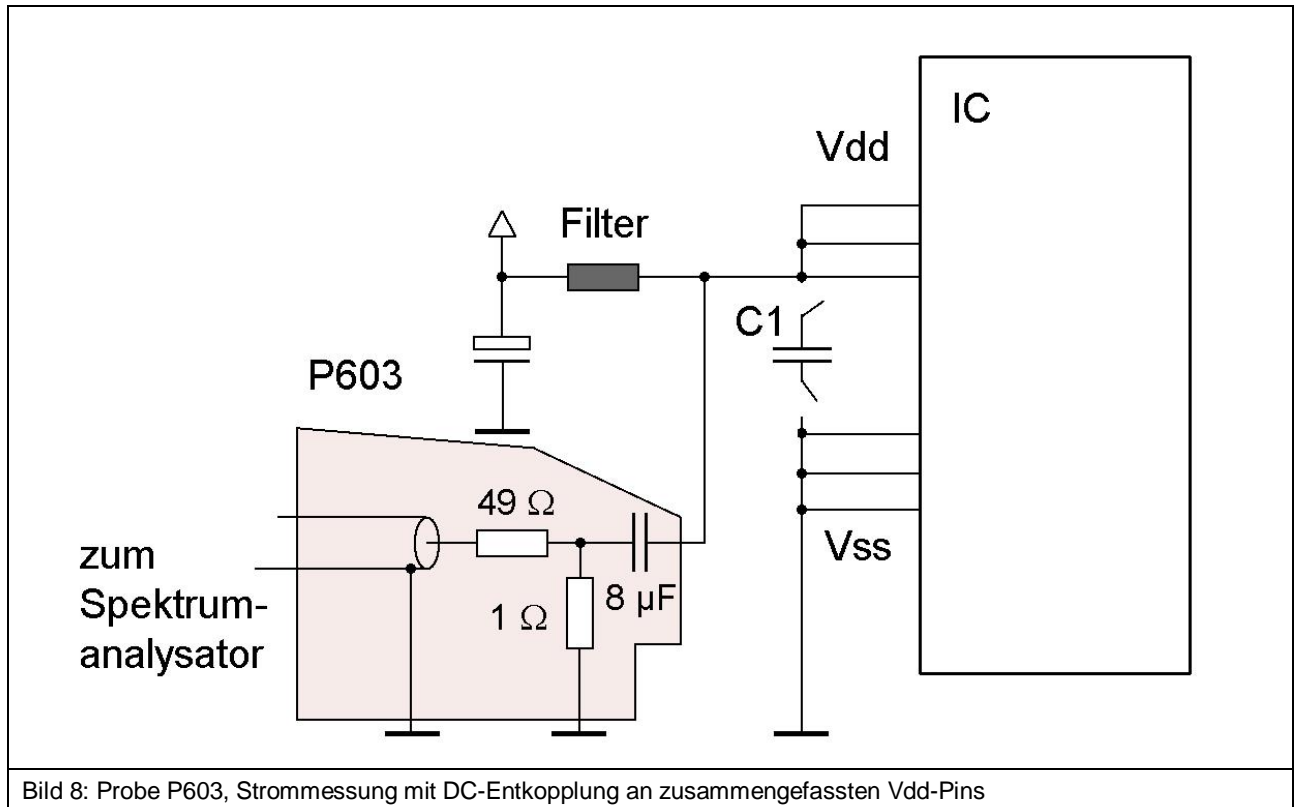
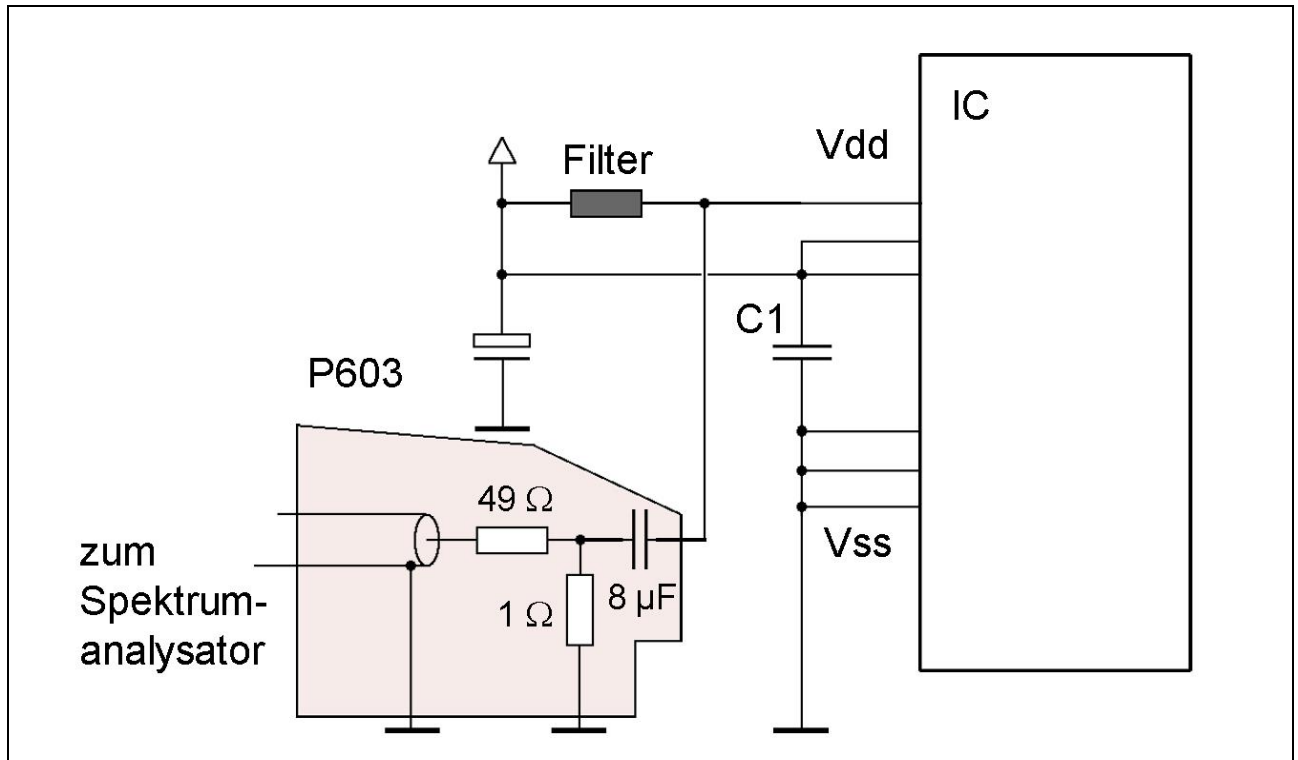

Bild 8: Probe P603, Strommessung mit DC-Entkopplung an zusammengefassten Vdd-Pins
Bild 10: Probe P603, Strommessung an einem einzelnen Vdd-Pin
1. Strommessung (**P603**) an zusammengefassten Vdd-Pins, **Bild 8**
3. Strommessung (**P603**) an einem Vdd-Pin, **Bild 10**
In der Probe **P603** ist als Gleichstromsperre ein 8 μF Kondensator integriert. Er übernimmt in der Schaltung **Bild 8** und **Bild 10** die Funktion des Stützkondensators.